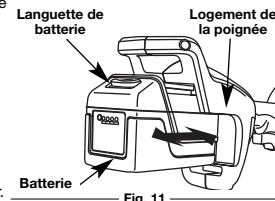

Fig. 11
- Alignez la languette de la batterie avec la cavité dans le logement de la poignée de l'appareil (Fig. 11).
- Tenez fermement la poignée en vous assurant de ne pas enfoncer la manette de vitesse et retirez la batterie du logement de la poignée (Fig. 11).